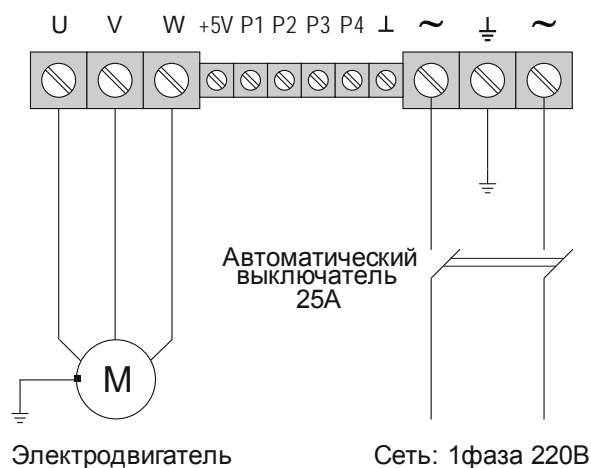

Рис.1 Схема подключения
7.6. Выполните подключение электродвигателя и сетевого питания к блоку питания согласно схеме (рис.1). Для этого используйте медный провод сечением не менее 1,5кв.мм. Если необходимо подключение внешних органов управления, выполните его по одной из схем приведённых в разделе 5 (программирование параметра С4). Можно использовать любой подходящий кабель с требуемым количеством проводов и сечением не менее 0,12 кв.мм. Хорошо подходит для этих целей компьютерный кабель UTP-8.